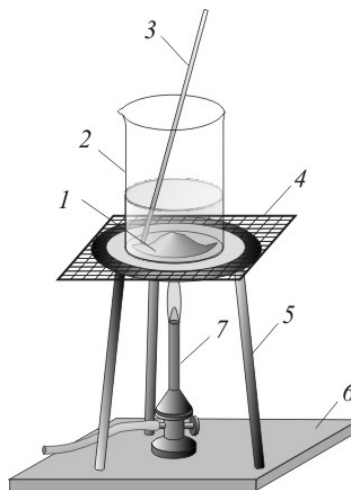

Рис. 1. Получение ацетата свинца(II):
Растворите 3 г основного карбоната свинца(II) в 10 мл горячего 50%-ного раствора уксусной кислоты (рис.1) (*в вытяжном шкафу, защитных очках и перчатках!*).